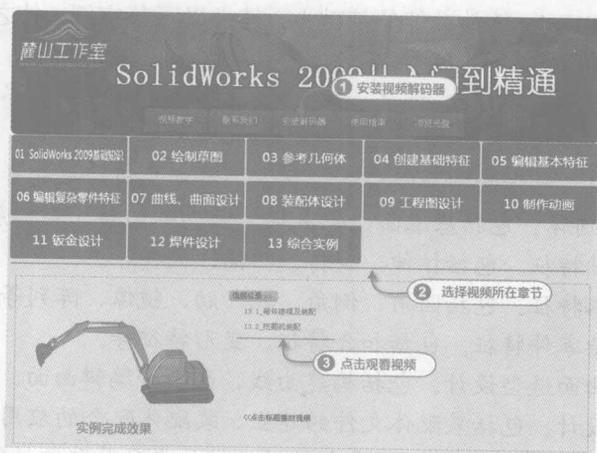

图 1
(1) 光盘带有自动运行程序，通常将光盘放入光驱会自动运行演示程序。用户也可以双击光盘根目录下的“index.html”文件来运行演示程序。单击其中的“安装”按钮安装 TSCC 解码器，如图 1 所示。